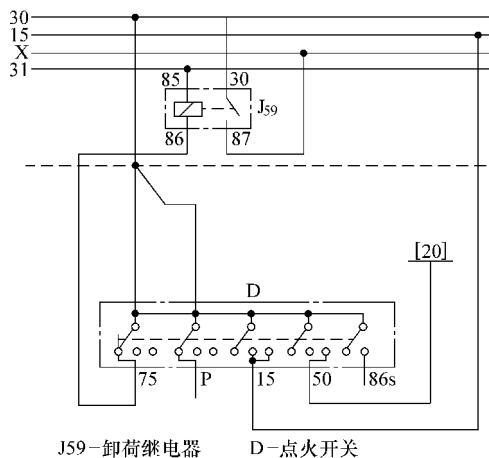

图 11-7 大众汽车电源电路
(1) 接点标记具有固定的含义 在电路图中经常遇到接点标记的数字及字母，它们都具有固定的含义。如图 11-7 所示，大众系列轿车电气线路的电源正极分成“30”、“15”、“X”、“50”、“P” 四路电源线，标有“31”字样的导线为搭铁线。